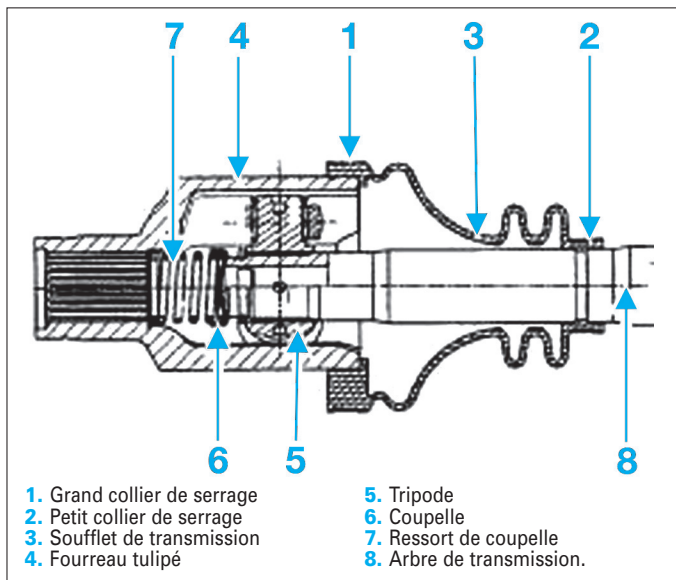

Fig. 9
- Extraire le tripode (4) à la presse, en prenant appui sur un outil approprié.
*Lors de la repose, remplacer (Fig.9) :*